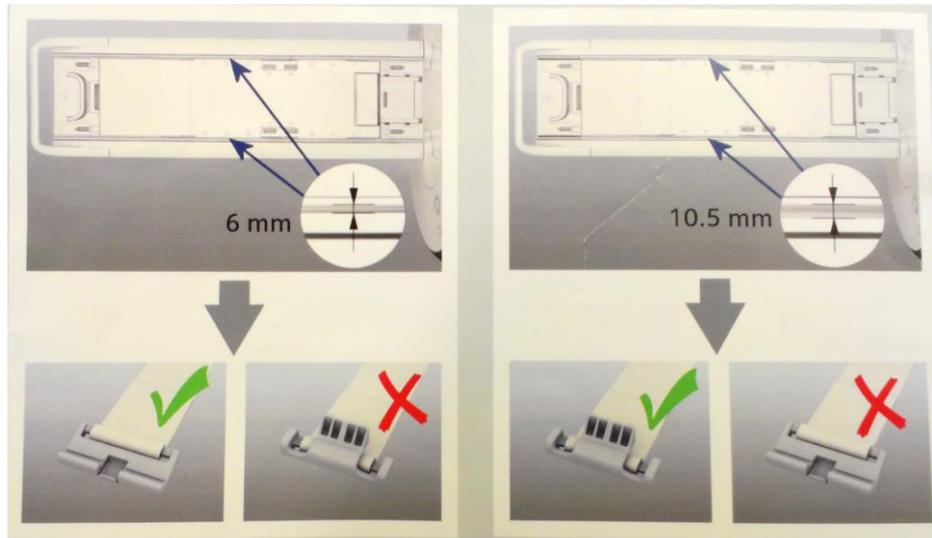
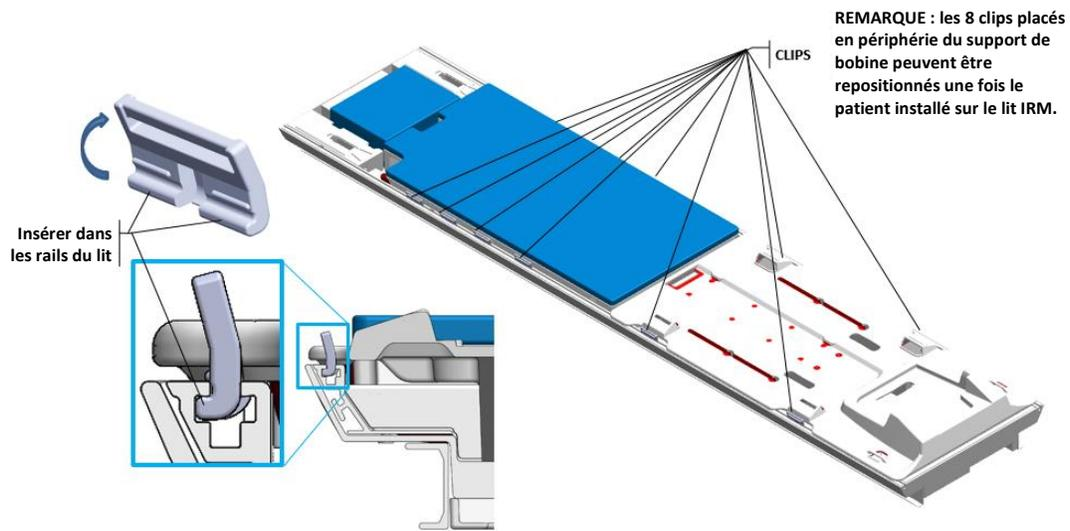

Figure 5 : Emplacement et taille des clips sur les rails de la table
Figure 6 : Placement et installation des sangles sur la table IRM (avec clips de 6 mm)
1. Installer huit pinces des accessoires de la plaque de base dans les rails de la table IRM. Les enclencher pour les verrouiller en place (Figure 5 et Figure 6).